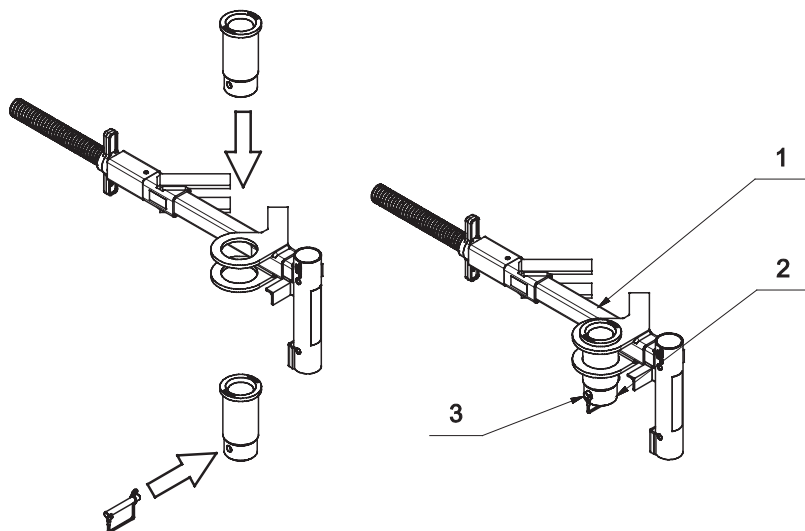

Figura 23. *Instalación de la copa de brida de acero*
5. Instale la copa en la abrazadera de brida de acero inferior MkII en la columna. Una vez que la copa se inserta en la abrazadera de brida de acero inferior MkII, inserte el pasador de liberación rápida en el orificio de bloqueo de la taza y fíjelo. Vea la figura 23 para obtener una vista detallada.